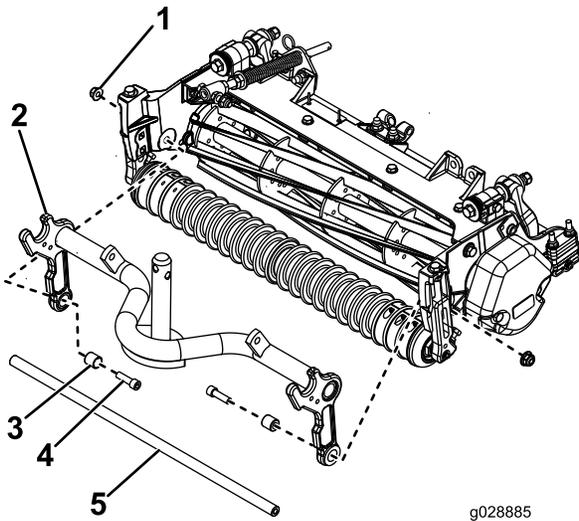

Figura 9
1. Desenrosque los 2 pernos con arandela prensada que sujetan el tubo de refuerzo y el bastidor de tiro de la unidad de corte a las placas laterales de la unidad de corte (Figura 9). No saque por completo los pernos del bastidor. Retirada del tubo de refuerzo.
2. Sujete el bastidor de tiro a las placas laterales de la unidad de corte con 2 espaciadores, 2 pernos (3/8" x 1 1/4") y 2 tuercas con arandela prensada (3/8"); consulte Figura 9.